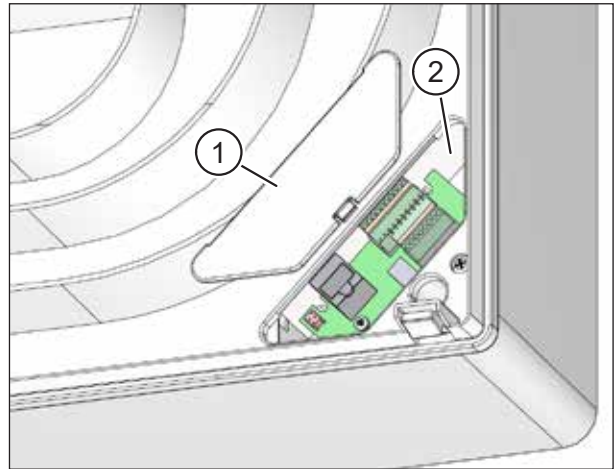

Fig. 31 : Installer le couvercle du réseau
- ▶ Placez le couvercle du réseau (pos. 1 dans Fig. 31) sur l'ouverture (pos. 2 dans Fig. 31) et enclenchez-le.